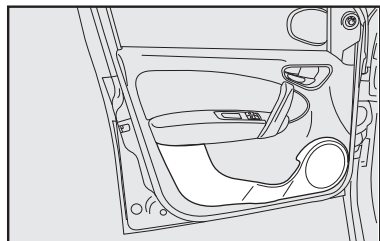

fig. 69
- painéis de portas **fig. 69**;